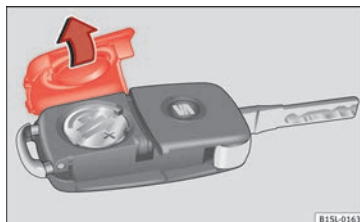

Bild 127 Bilnyckeln: lucka på batterifack
Batteriet sitter under ett lock i fjärrkontrollens bakre del » **bild 127**.
- Öppna och ta bort fjärrkontrollens batterilock » **bild 127** i pilens riktning » **!**.
- Montera batterilocket och tryck ned det i pilens riktning » **bild 127** tills det snäpper fast.